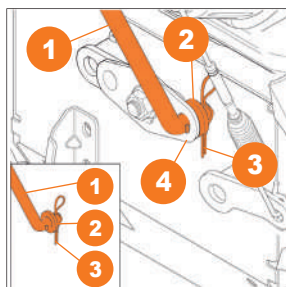

Рис. 7
- Присоедините штангу рычага выбора передач **1** к кронштейну привода **4** подметальной машины и зафиксируйте её шплинтом **3** за шайбой **2** (Рис.7).